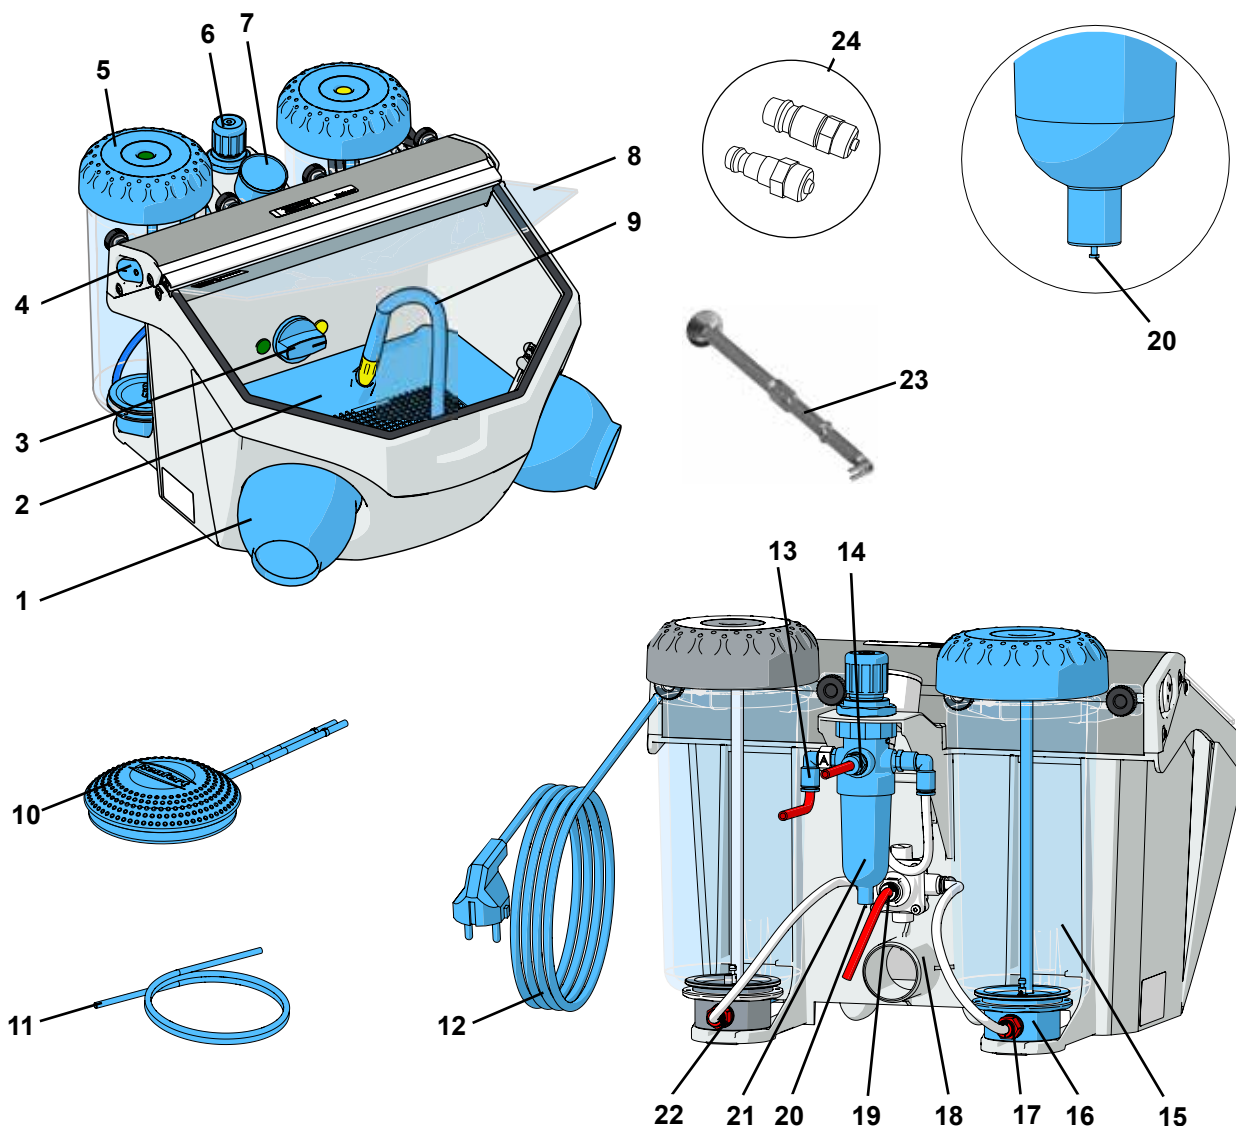

Fig. 1
- ⇒ Dérouler le câble d'alimentation (12, Fig. 1).
- ⇒ Glisser le tuyau d'aspiration du système d'aspiration sur le tube d'aspiration (18).